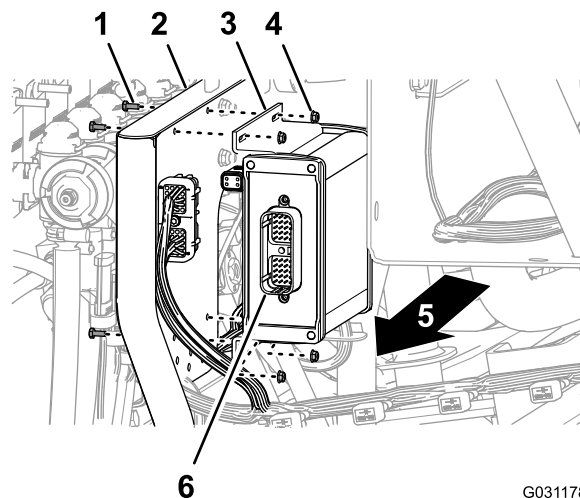

Figure 160
1. Placez le contrôleur en face du côté avant du support de vannes en orientant le connecteur à 40 broches vers l'extérieur (Figure 160).
2. Fixez le contrôleur au support de vannes (Figure 160) à l'aide des 4 boulons (4 x 10 mm) et des 4 contre-écrous à embase (4 mm).